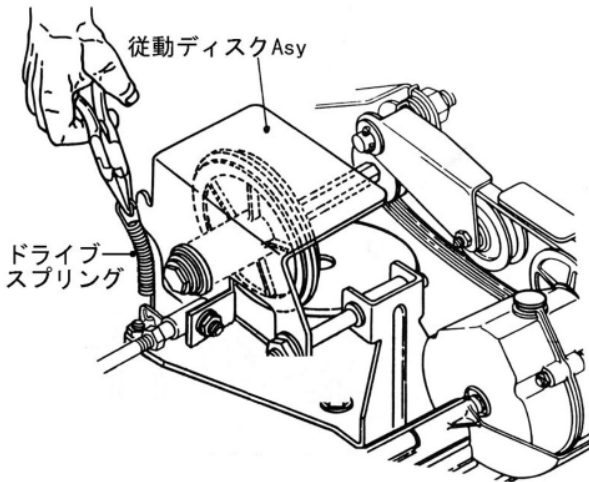

図 3-5
1. 従動ディスク ASSY のドライブスプリングをブライヤーで外します。(図 3-5)
6. 従動ディスク ASSY のドライブスプリングを元のよう、従動ディスク ASSY に引っ掛けます。(図 3-5)